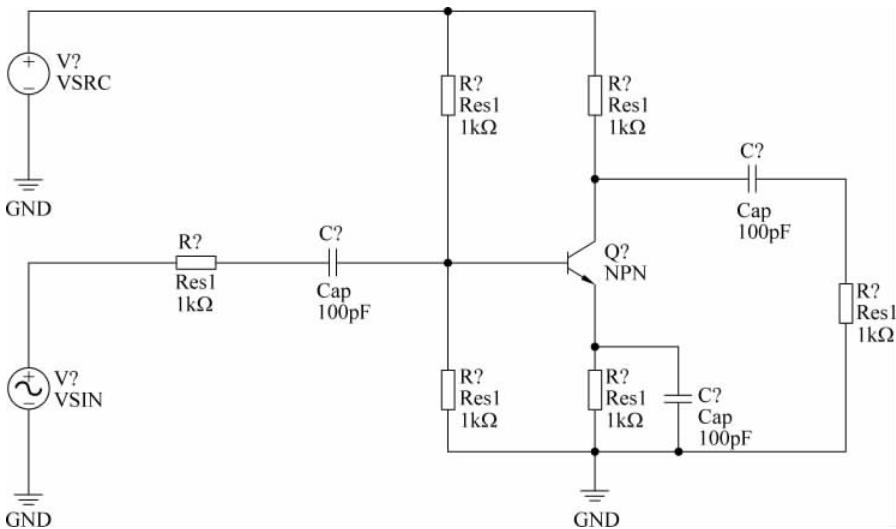

图 3-50 连接电路元器件和信号源
(4) 单击 AD 主界面下工具栏内的连线按钮, 将这些元器件和信号源按照如图 3-50 所示的方式进行连接。